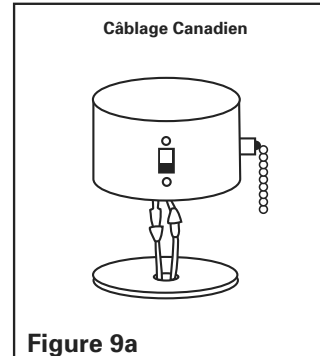

Figure 9a
5. REMARQUE : Pour les spécifications en canadien français, veuillez utiliser le système à fiches (Voir figure 9a). Si vous utilisez un ventilateur conforme aux spécifications UL, veuillez couper les bouchons (fiches) et effectuer le câblage avec les écrous serre-fils fournis avec le ventilateur.
7. NOTE : Pour les spécifications en canadien français, veuillez utiliser le système à fiches. (Voir figure 9a). Si vous utilisez un ventilateur conforme aux spécifications UL, veuillez couper les bouchons (fiches) et effectuer le câblage avec les écrous serre-fils fournis avec le ventilateur.